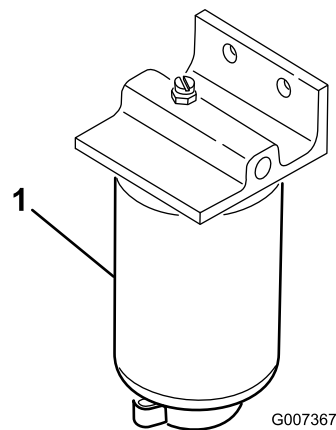

図 40
2. フィルタ容器（図 40）の周辺をウェスできれいにぬぐう。
4. フィルタのドレンプラグとブリーザバルブを開く（図 40）。